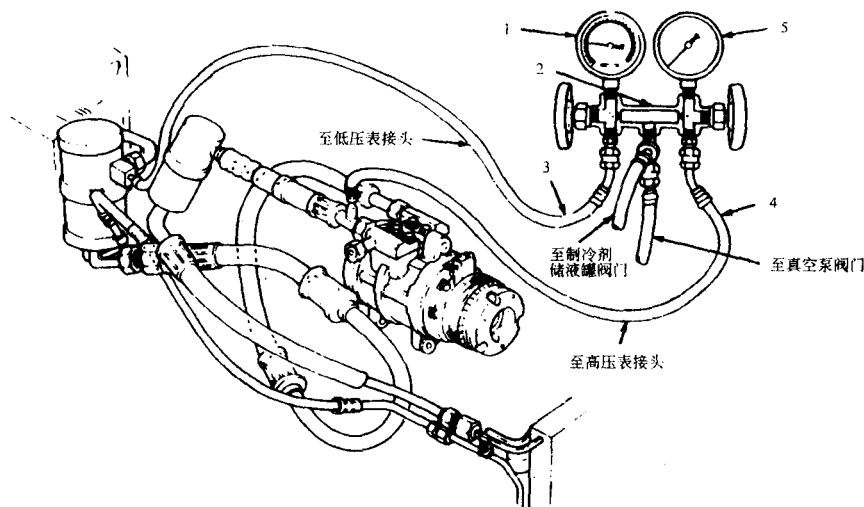

图 1-14 空调系统维护专用接头, 福特公司的固定量孔系统
1) 连接歧管压力表或充注设备, 参考图 1-14。如果正在维修的车型上, 低压侧维修接头安装在储液干燥器上, 就把中心软管连接到充注用制冷剂罐的液态出口接头上。如果低压侧维修接头在制冷剂吸入软管上, 就把中心软管连接到充注用制冷剂罐的气态出口接头上。